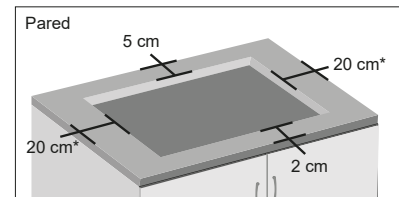

Imagen 1
- La distancia mínima que debe haber entre la perforación y la pared trasera es de 5cm y para el frente debe de ser mínimo de 2cm y para los laterales de 20cm respectivamente (Ver imagen 1).